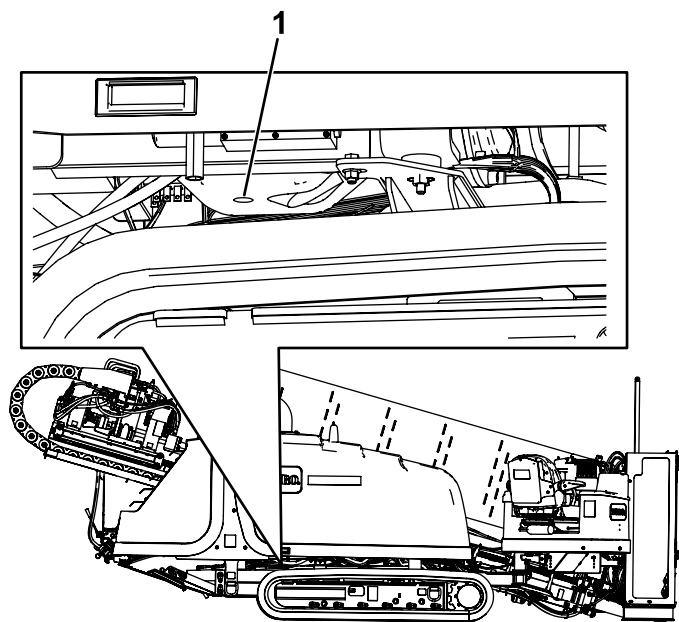

Figura 125
7. Instale o bujão de drenagem em seu orifício (Figura 125).
2. Retire o bujão de drenagem (Figura 125).